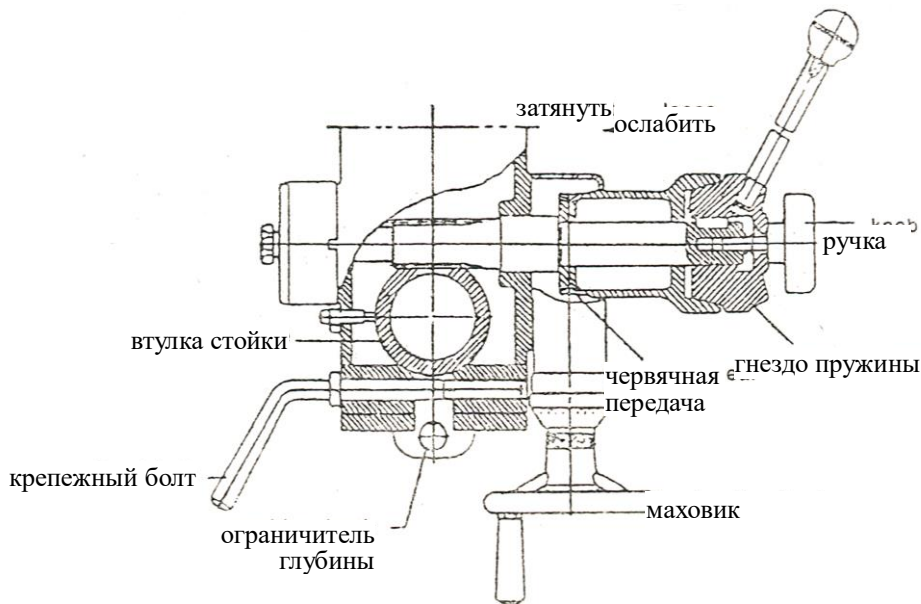

Рис. 4
1. Регулировка головки (Рис. 4)